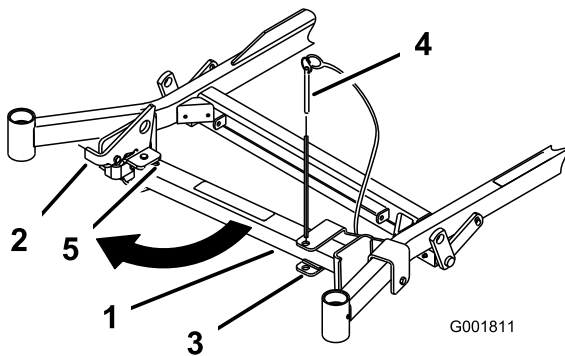
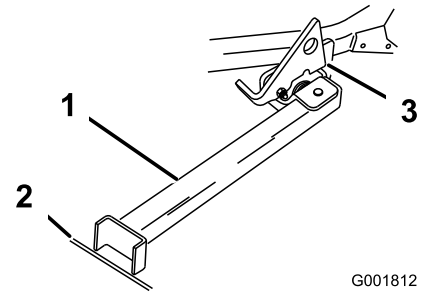

Bild 27
Bild 28
2. Nehmen Sie den Halterungsstift ab (Bild 27).
3. Heben Sie den Riegel an. Drehen Sie den Ständerfuß nach vorne heraus und schieben Sie den Ständer zur Maschine in den unteren Schlitz (Bild 27 und Bild 28).
4. Stellen Sie den Fuß auf den Boden und lassen Sie den Riegel auf der Drehlasche aufliegen (Bild 28).
Hinweis: Stellen Sie den Ständerfuß am besten in Risse auf Gehwegen oder in der Rasenfläche (Bild 28).
6. Fahren Sie auf den Stand auf. Halten Sie an, wenn der Riegel über die Lasche in die arretierte Stellung einrastet (Bild 28). Stellen Sie nach dem Auffahren auf den Stand die Feststellbremse fest und stellen Sie den Motor aus.
- Stellen Sie den Ständer wieder in die Ruhestellung (Bild 27).